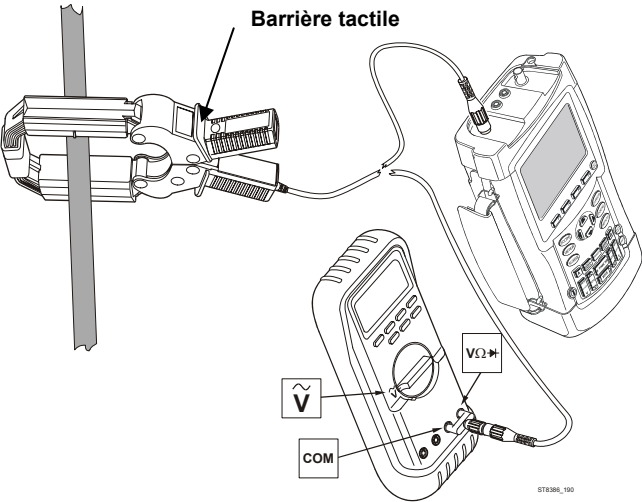

Figure 8. Configuration de mesure
1. Connectez la pince de courant i3000s sur l'entrée souhaitée de l'instrument de mesure. En cas d'emploi d'un multimètre, utilisez l'adaptateur banane BNC à double entrée (PM9081/001) pour connecter la pince de courant à l'entrée. (Voir figure 8.)